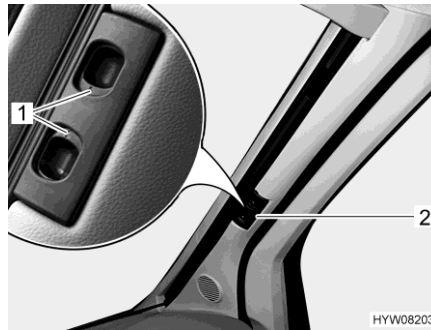

Bild 108 Faltverdunklung (Frontscheibe)
- Entriegelungsgriffe (Bild 108,1) zusammendrücken und gedrückt halten.
- Die Faltverdunklung für die Frontscheibe am Griff (Bild 108,2) zur Fenstermitte hin ziehen.
- Die beiden Hälften der Faltverdunklung für die Frontscheibe am Griff (Bild 108,2) bis zum Anschlag nach außen schieben. Griff dabei auf die Höhe der Verriegelungsaussparung anheben.
- Entriegelungsgriffe (Bild 108,1) loslassen und einrasten lassen.